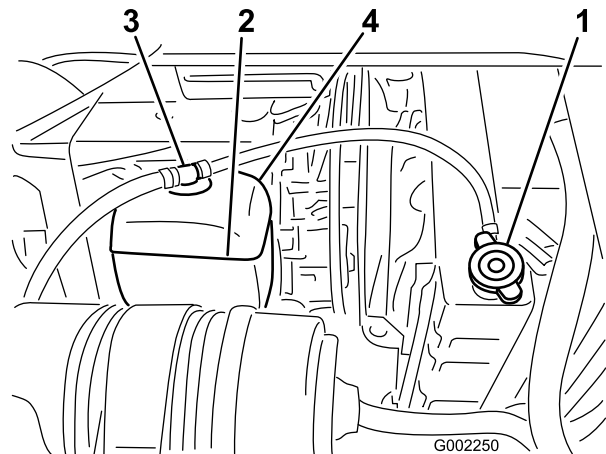

Figura 54
2. Quando il motore è freddo, togliete il tappo del radiatore (Figura 54).